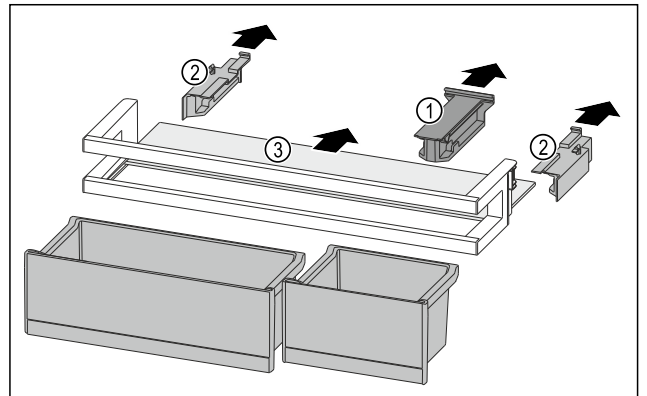

Fig. 170
- ▶ 拉出定位件 Fig. 170 (1)。
- ▶ 拉出侧面部分 Fig. 170 (2)。
- ▶ 取出搁板 Fig. 170 (3)。